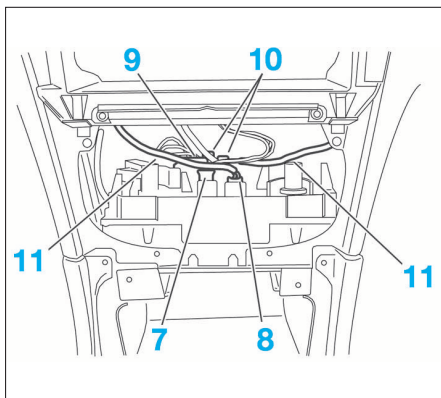

FIG. 8
- Débrancher les connecteurs électriques (7, 8 et 9) (Fig.8).